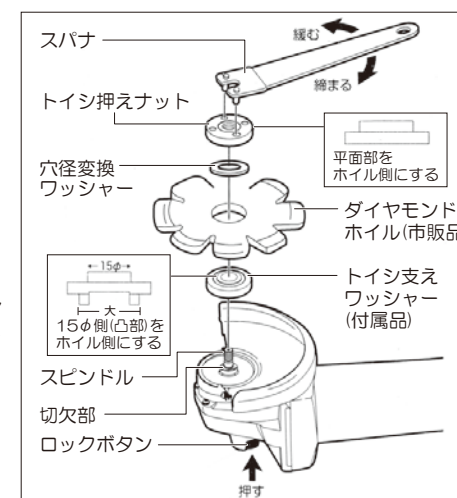

図6
■ダイヤモンドホイルの取付け (図6参照)
- ①スピンドルのトイシ支えワッシャーの上にダイヤモンドホイル(市販品)を通します。
- ②ダイヤモンドホイル付属の穴径変換ワッシャーを通します。
- ③トイシ押さえナットの平面をダイヤモンドホイル側にして通します。
- ④ロックボタンを押してスピンドルを固定したら付属のスパナでトイシ押さえナットを締付けて固定してください。